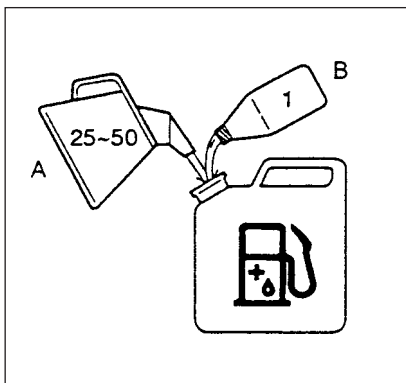

Рис. 2-1
### Топливо (Рис. 2-1)
Количество масла для цепи, выпускаемого через систему смазки, настроено на заводе изготовителе на максимальную величину. Регулируйте количество в соответствии с рабочими условиями. Поворачивать регулировочный винт (1) против часовой стрелки для уменьшения количества и поворачивать его по часовой стрелке для увеличения количества. (Рис. 2-1 C)